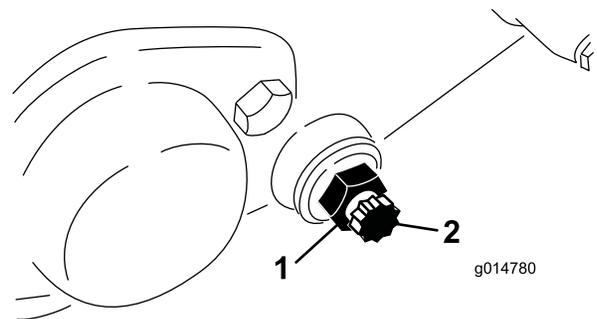

Figure 56
3. De chaque côté de la machine, desserrez l'écrou de blocage qui maintient le boulon de la barre d'appui (Figure 56).
4. Retirez les boulons de la barre d'appui de façon à pouvoir abaisser la barre et la déposer de la machine. Mettez de côté les 2 rondelles en nylon et les 2 rondelles en acier estampé de chaque côté de la barre d'appui (Figure 56).